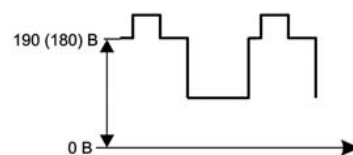

Рис.7
- с помощью осциллографа измерить размах сигналов R, G и B на катодах кинескопа от нулевого уровня до уровня «пьедестала», как показано на **рис.7**.